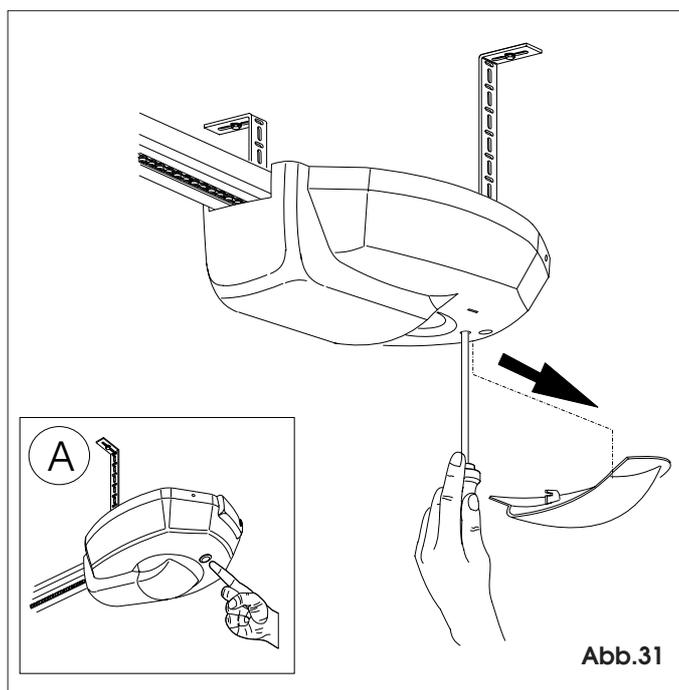

Abb.31
Die Deckenkappe in Pfeilrichtung (Abb.31) schieben.
**ACHTUNG: Führt der Operator im Setup beim Drücken der OPEN-Taste (siehe Abb. 31 Bez. A) keine Bewegung durch, ist das Gehäuse auf seine korrekte Positionierung zu überprüfen.**